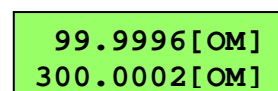

Рис. 12
3.1.4 В первой строке будут отображаться результаты измерений 1 канала, во второй строке - 2 канала. Рис. 12. При помощи кнопки “↑” задать время измерений: 0,3 с., 2,5 с., 2,5 с с включенным цифровым фильтром.